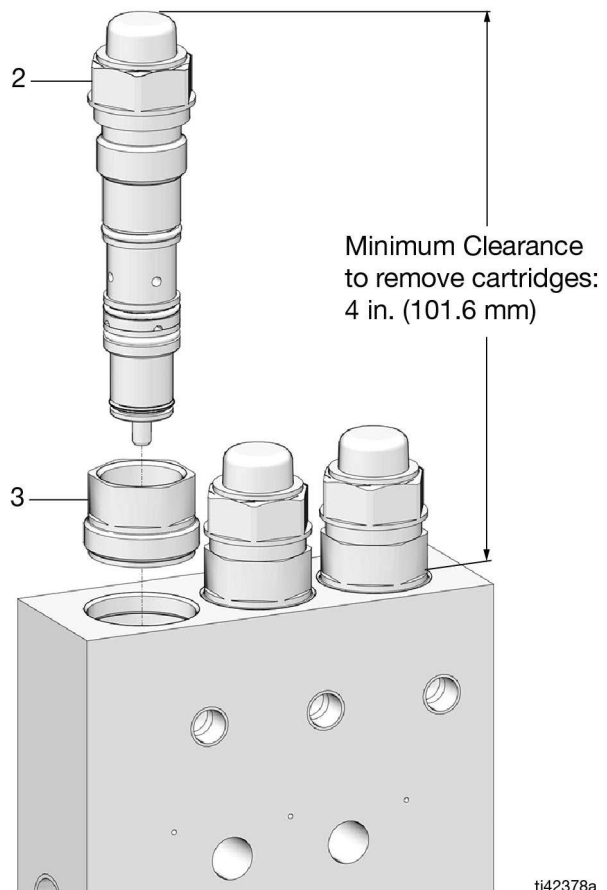

FIG. 1
3. Instale espaciadores de salida (3) en todos los puertos del colector. Seleccione el espaciador con el mismo color que la salida elegida (consulte **Kits del espaciador de salida**, página 7) (FIG. 1) y apriete los espaciadores con un par de 60 ft-lb (81,3 N•m).
4. Lubrique los sellos externos del cartucho, a continuación, instale los cartuchos (2) (consulte la FIG. 1) y apriete con un par de 40 ft-lb (54,2 N•m).